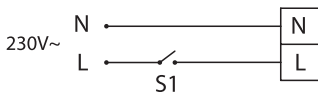

Bild 3
4. Vid anslutning av fläkten var noga med polariteten och anslut Fasledaren till kopplingsplint –L och Neutralledaren till kopplingsplint – N (Bild 3).